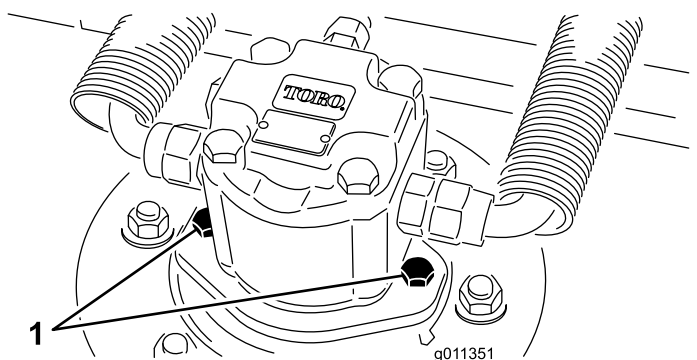

Figure 79
2. Débranchez et déposez le moteur hydraulique du plateau de coupe (Figure 79). Couvrez le dessus de l'axe pour éviter toute contamination.
4. Montez le moteur hydraulique sur le plateau de coupe (Figure 79). Vérifiez que le joint torique est en place et en bon état.